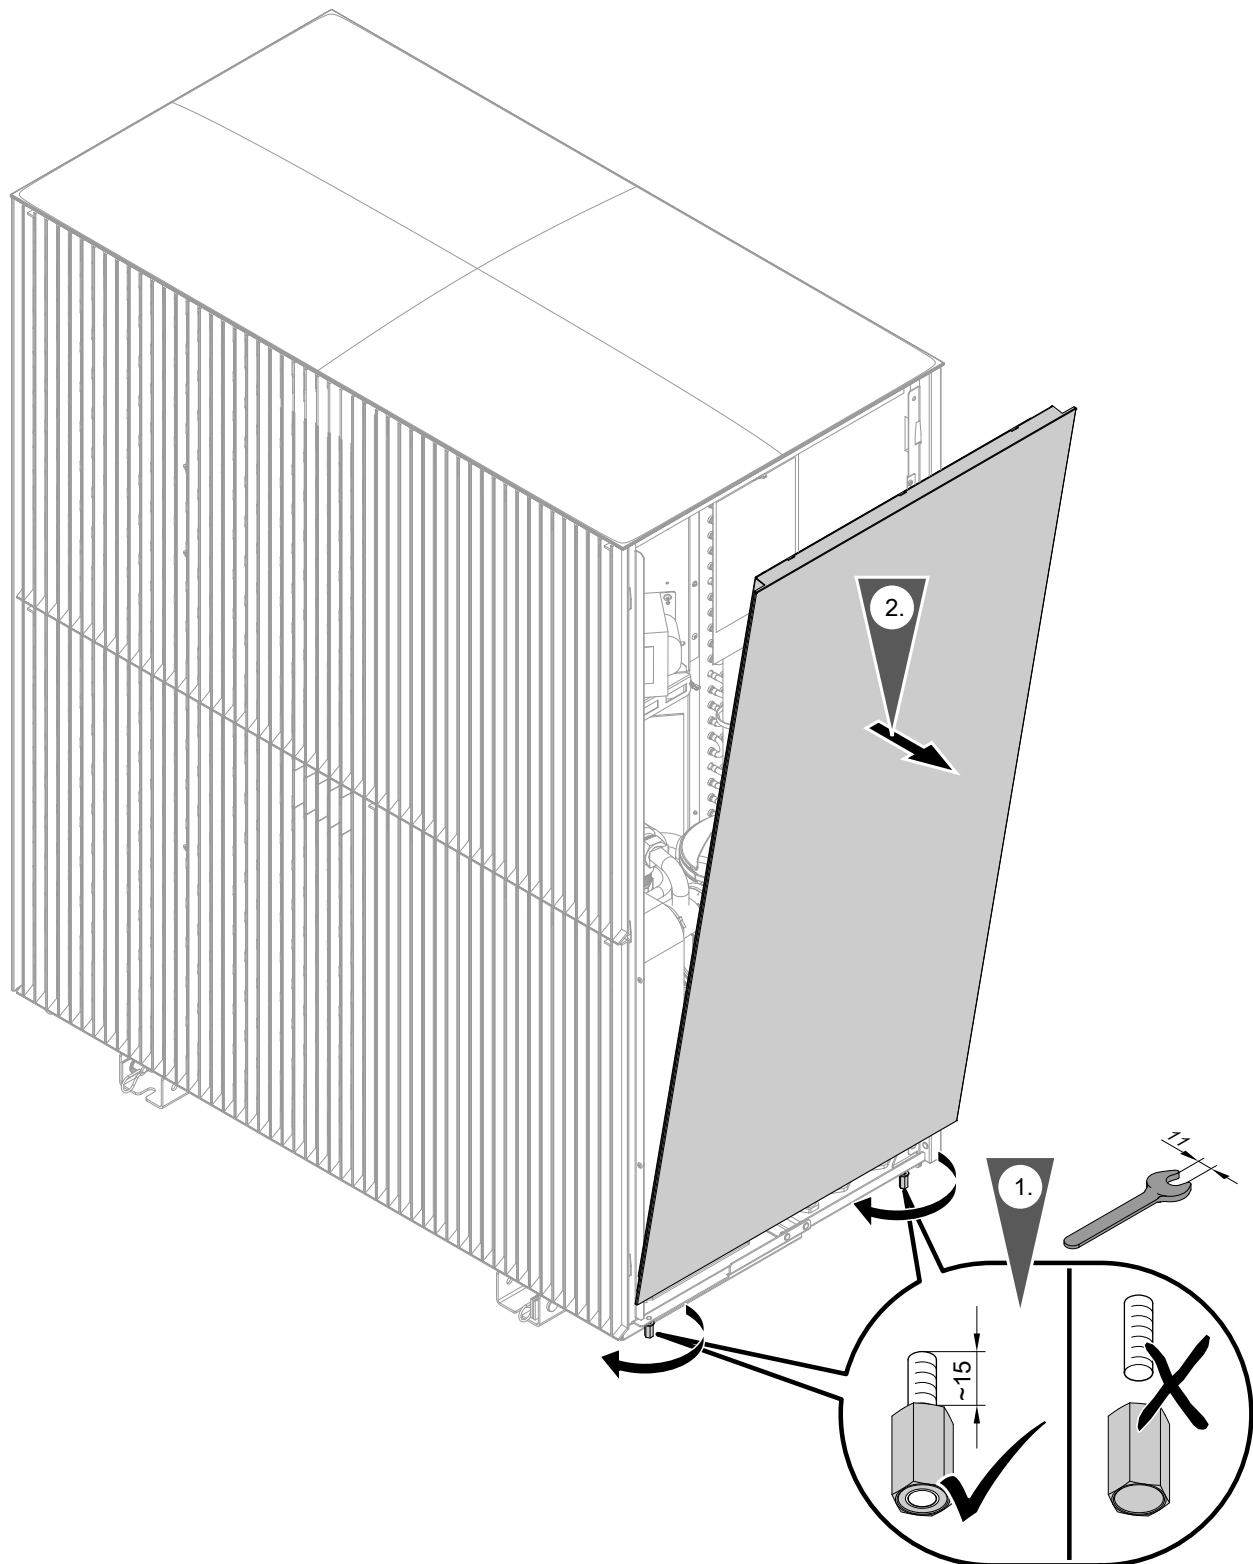

Abb. 115
1. Seitenverkleidung rechts abbauen: Siehe Abb. 115.
6. Seitenverkleidung rechts abbauen: Siehe Abb. 115.